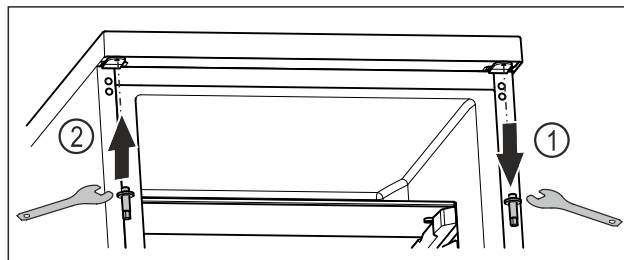

Fig. 19
- ▶ Skru ut den øvre bolten med utvendig sekskantnøkkel. Fig. 19 (1)
- ▶ Skru fast bolten med utvendig sekskantnøkkel på motsatt side. Fig. 19 (2)